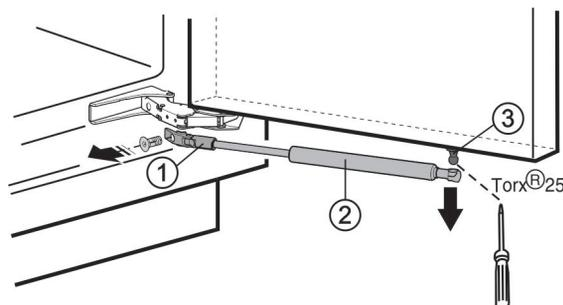

Fig. 4
- ▶ Togliere l'ammortizzatore di chiusura Fig. 4 (2) tirando verso il basso.
- ▶ Svitare il supporto Fig. 4 (1).
- ▶ Svitare il perno sferico Fig. 4 (3) (Torx® 25).